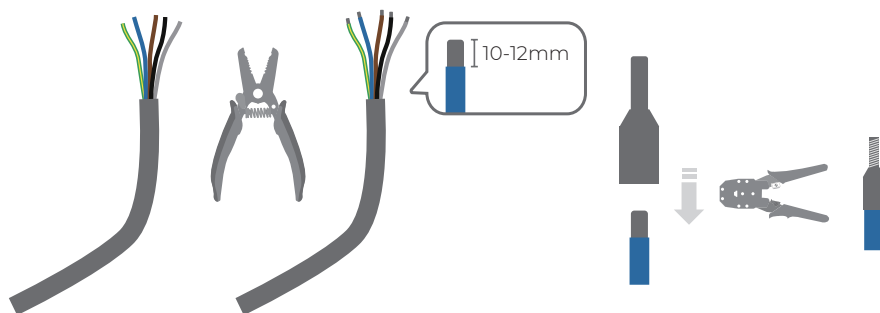

Abb. 5-13
4. Entfernen Sie mit einem Abisolierer 10–12 mm der Isolierung von den vorbereiteten Stromkabeln und crimpsen Sie die freiliegenden Kabelleiter mit der Crimpzange. (Siehe Abb. 5-13)